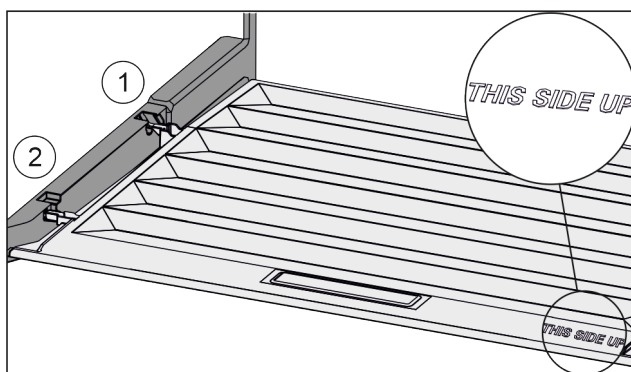

Fig. 76
- ▶ Introduire les rainures du couvercle par l'orifice du support arrière Fig. 76 (1) et les enclencher à l'avant dans le support Fig. 76 (2).